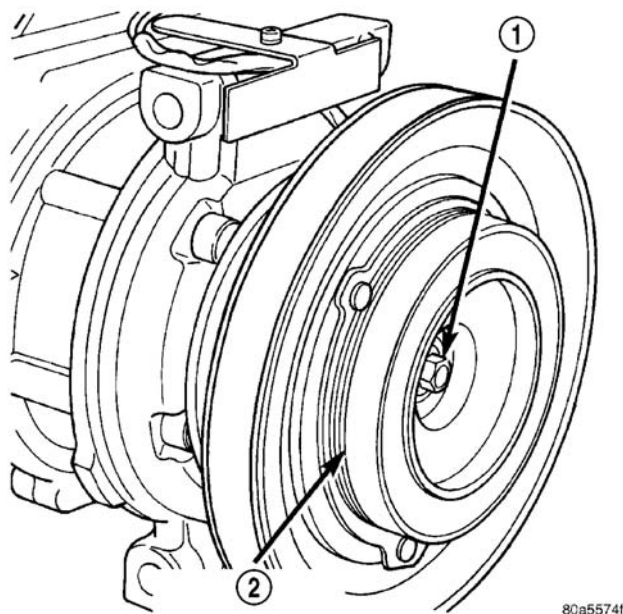

图 12 压缩机轴螺栓和离合器盘
- （8）卸下压缩机轴螺栓（图12）。如有必要，可以在离合器盘周围使用带型机油过滤器扳手或带型扳手，以帮助拆卸螺栓。